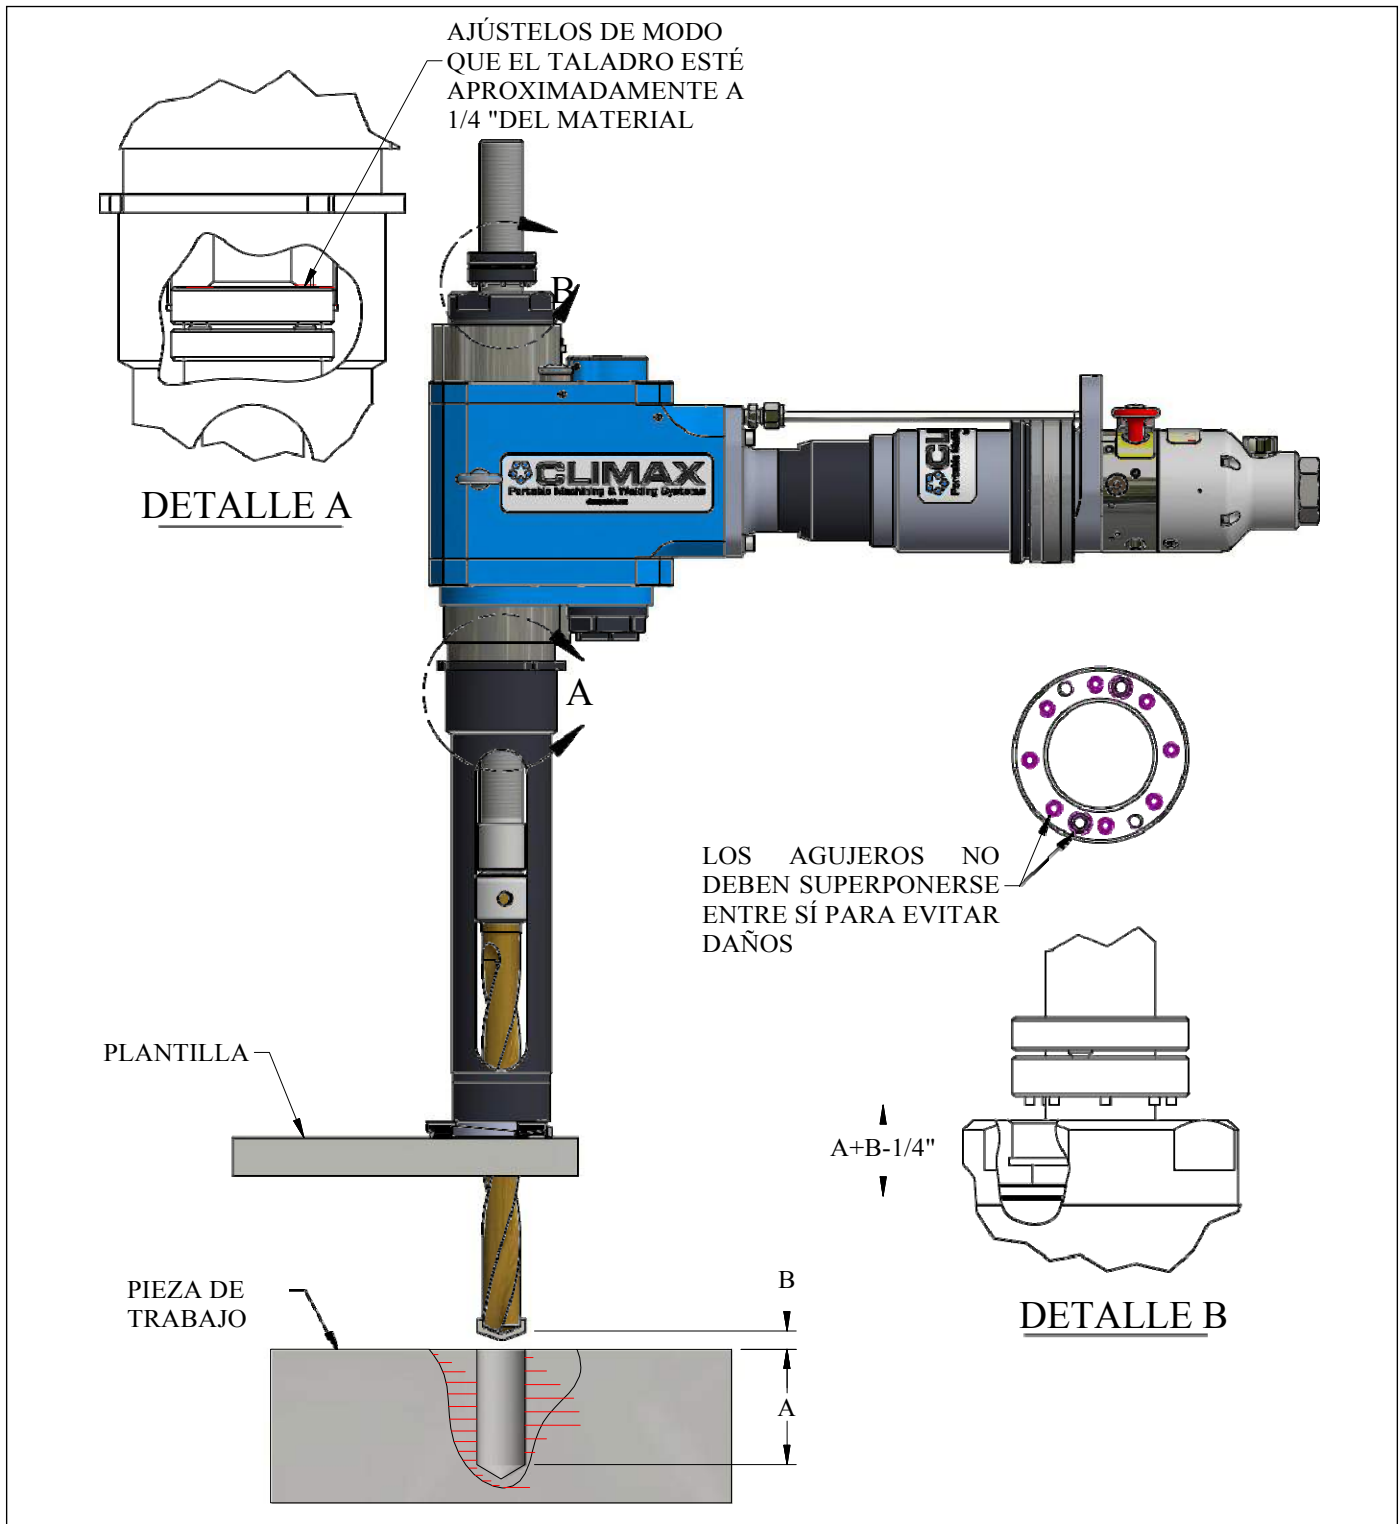

FIGURA 3-3. CONFIGURACIÓN DEL TALADRO
2. Ajuste la profundidad y retraiga los collares a mano hasta alcanzar la profundidad de corte/profundidad de corte deseada. Consulte la Figura 3-3.
Consulte la Figura 3-3 mientras hace lo siguiente: